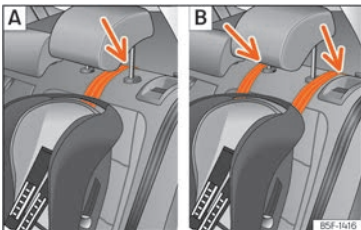

Abb. 40 Rücksitze: Einstellung und Einbau unter Verwendung des Top Tether-Gurtes.
- Führen Sie den Gurt unter der Kopfstütze durch (in Abhängigkeit der Gebrauchsanweisungen des Kindersitzes ggf. Kopfstütze anheben oder entfernen) **>>>** (Abb. 40).